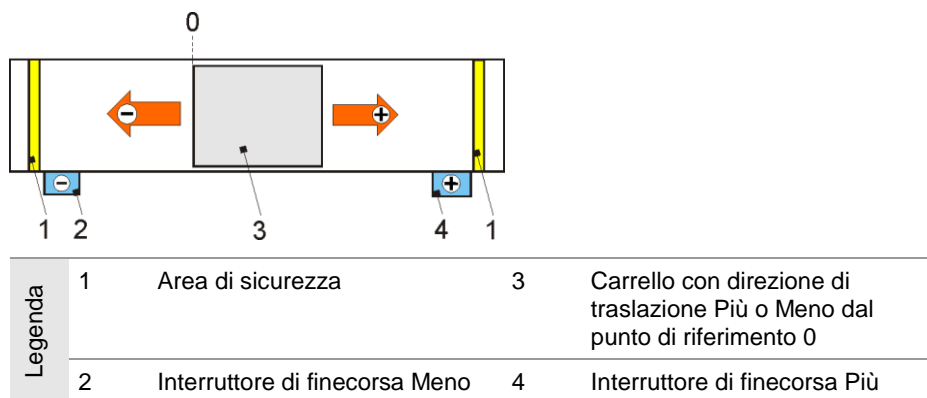

Figura 7: Esempio direzione di traslazione e circuiti degli interruttori di finecorsa
2. Controllare il senso di rotazione del motore. Il senso di rotazione deve tener conto degli interruttori di finecorsa di sicurezza (Figura 7). All'occorrenza modificare il senso di rotazione del motore.